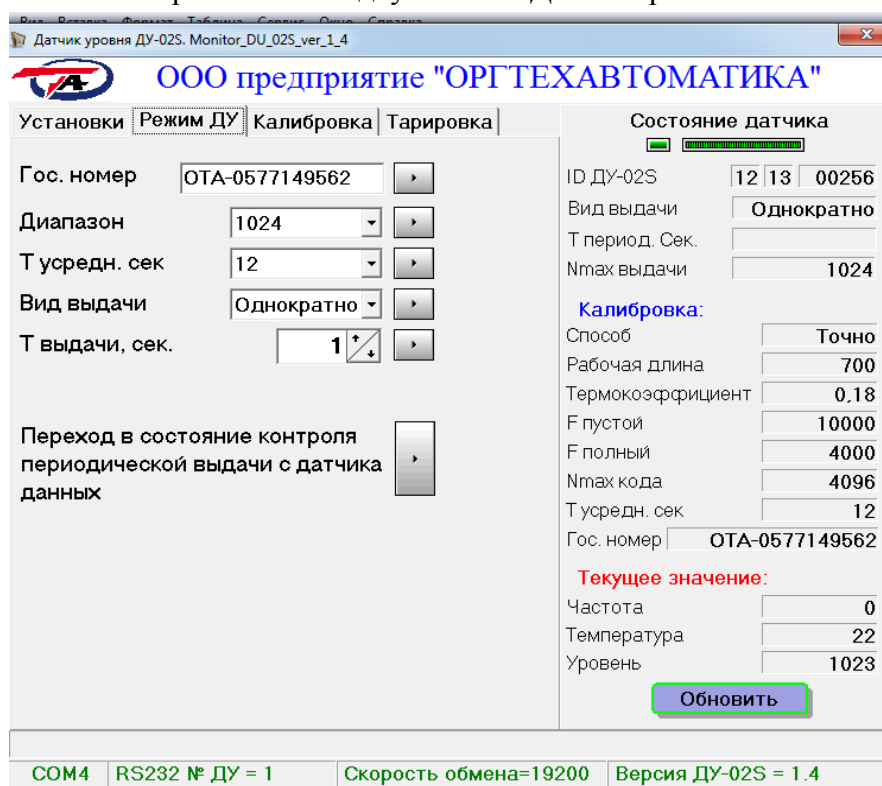

Рис. 3 Вкладка «Режим ДУ»
1.10 Перейти на вкладку «Режим ДУ» см рис. 3.